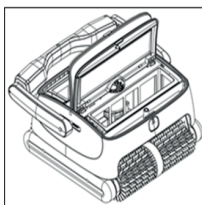

Figura 2
- Il coperchio superiore si apre automaticamente (vedi figura 2).